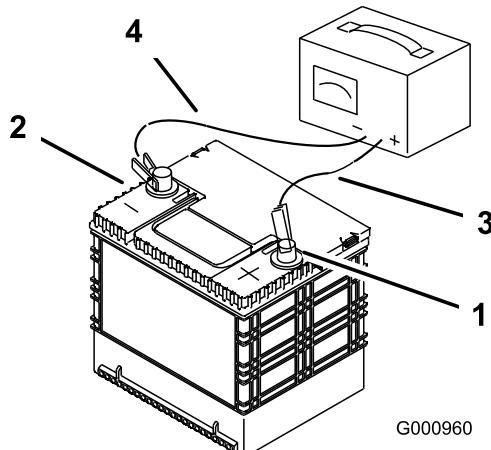

Figura 52
3. Quando a bateria estiver totalmente carregada, desligue o carregador da tomada elétrica e desligue os cabos do carregador dos bornes da bateria (Figura 52).